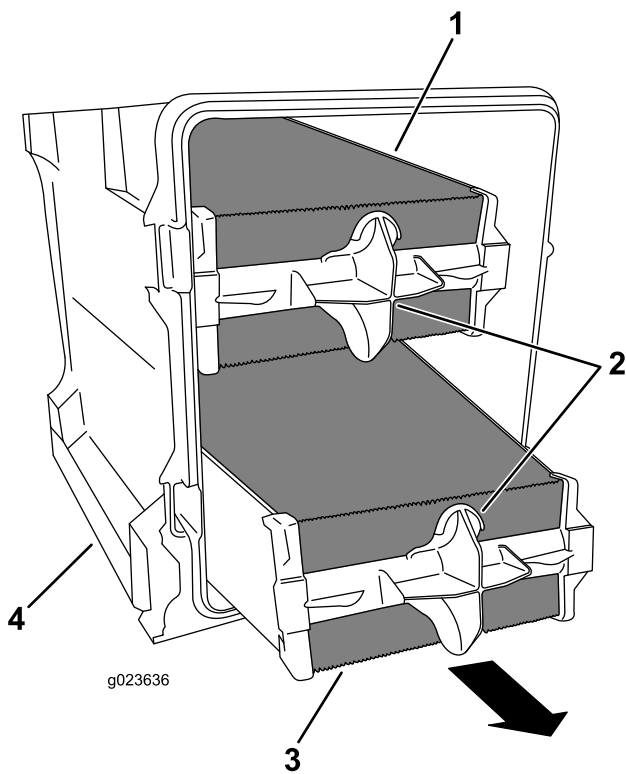

Figure 86
4. Utilisez les poignées du filtre à air pour déposer le préfiltre du couvercle du filtre à air (Figure 86).